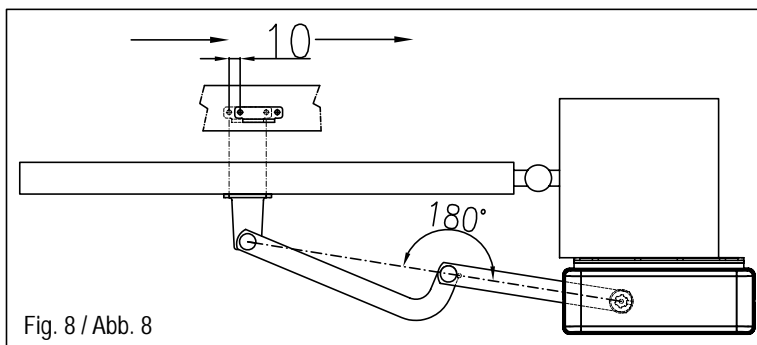

Fig. 8 / Abb. 8
01. Verwijder de afdekdop van de ontgrendeling (A)
02. Draai de schroeven (B) los en verwijder de afdekking (C)
03. Draai de schroeven en de moeren (D) los en verwijder de reductiemotor van de verankeringsplaat (E).
04. Bevestig de verankeringsplaat (E) in de gekozen positie, met 4 expansiepluggen of, wanneer dit mogelijk is, door hem vast te lassen aan de dragende zuil.
05. Plaats de reductiemotor terug en haal de schroeven en de moeren (D) aan.
06. Monteer de geassembleerde gelede arm (F) op de reductiemotor en zet hem vast met de schroef (G) en de stift (H).
07. Ontgrendel de reductiemotor met de hiervoor bestemde sleutel (I) en plaats de volledig geopende arm op de vleugel van de gesloten poort (Afb.8).
08. Bepaal vervolgens de positie van de voorbeugel en verplaats hem 10 mm in de richting van de reductiemotor, zoals aangegeven op Afb.8.
10. Stel de eindschakelaarnocken (L) correct af.
11. Plaats de afdekking (C) en draai de schroeven (B) vast.
12. Vergrendel de reductiemotor weer en plaats de afdekdop van de ontgrendeling (A) terug.